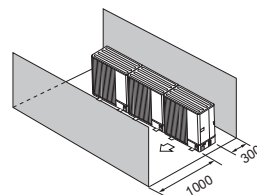

Fig. 2-16
④ Obstacole numai în față și în spate (Fig. 2-16)